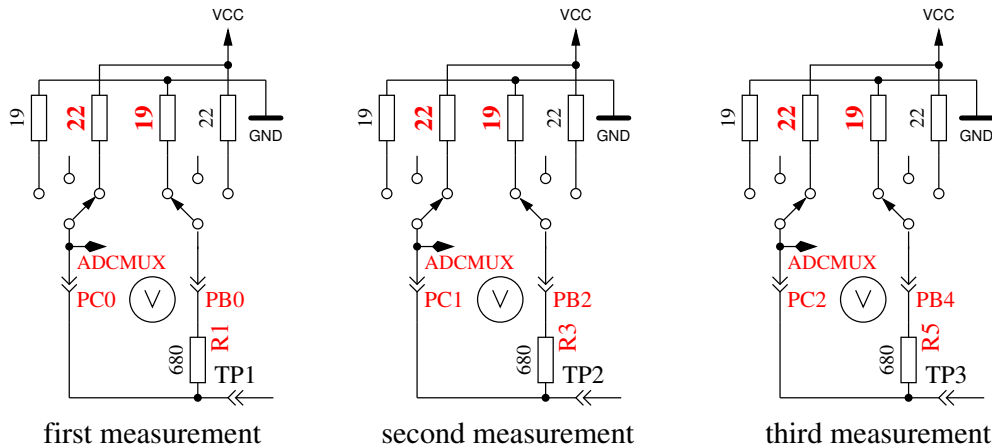

Abbildung 5.44: Messung des Innenwiderstandes des auf VCC geschalteten Port C Ausgängen.
8. **Messung des Innenwiderstandes von auf VCC geschalteten Port Ausgängen.** Der benötigte Strom wird von auf GND geschalteten 680Ω Widerständen geliefert. Es ist die gleiche Messung wie die in Test 7 zur anderen Seite, wie in Abbildung 5.44 gezeigt wird. Der Innenwiderstand wird wie folgt berechnet: $(5001 - (ErgebnisvonTest7) - (ErgebnisvonTest8))/680$. Die Widerstandswerte ergeben sich, wenn die gemessene Spannung durch diesen Strom dividiert wird. Der gefundene Mittelwert der Innenwiderstände der Ausgabe-Ports wird im EEprom festgehalten. Das Ergebnis für diesen Test wird dann in Zeile 1 mit dem Text „RI_Hi=” in Ω angezeigt, der Innenwiderstand zur GND Seite wird in Zeile 2 mit dem Text „RI_Lo=” angezeigt. Diese Werte stehen dann für weitere Messungen zur Verfügung.